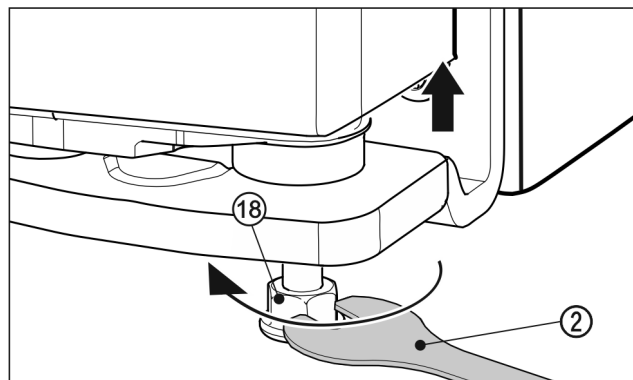

Fig. 33
- ▶ Pour soulever la porte, dévisser le pied réglable Fig. 33 (18) avec la clé à molette Fig. 33 (2) fournie en le tournant dans le sens des aiguilles d'une montre. À sa livraison, le support de palier est serré à fond.